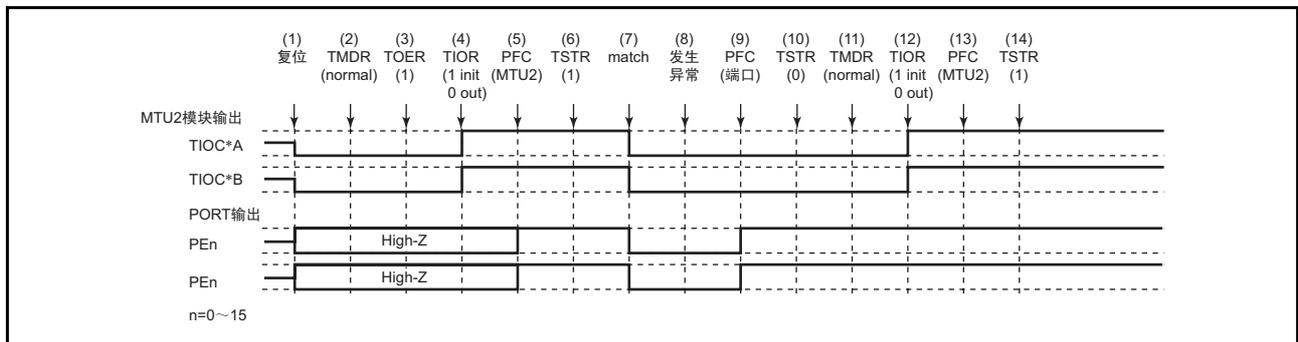

图 10.136 在正常模式中发生异常并在正常模式中恢复
在正常模式中发生异常, 重新设定后在正常模式中重新开始时的说明如图 10.136 所示。
(1) ~ (10) 与图 10.136 相同。
(11) 设定 PWM 模式 1。
(12) 必须通过 TIOR 初始化引脚 (在 PWM 模式 1 中不初始化 TIOC*B。要进行初始化时, 必须在正常模式中进行初始化后转移到 PWM 模式 1)。
(13) 必须通过 PFC 设定为 MTU2 输出。
(14) 通过 TSTR 重新开始。
(11) 设定 PWM 模式 2。
(12) 必须通过 TIOR 初始化引脚 (在 PWM 模式 2 中不初始化周期寄存器的引脚。要进行初始化时, 必须在正常模式中进行初始化后转移到 PWM 模式 2)。
(13) 通过 PFC 设定为 MTU2 输出。
- (1) ~ (10) 与图 10.136 相同。
- (11) 设定相位计数模式。
- (12) 必须通过 TIOR 初始化引脚。
- (13) 必须通过 PFC 设定为 MTU2 输出。
- (14) 通过 TSTR 重新开始。
- (11) 必须通过 TIOR 初始化正常模式的波形生成部。
- (12) 必须通过 TIOR 禁止正常模式的波形生成部的运行。
- (13) 必须通过 TOER 禁止通道 3、4 的输出。
- (14) 必须通过 TOCR 选择互补 PWM 的输出电平并允许或者禁止周期输出。
- (15) 设定互补 PWM。
- (16) 必须通过 TOER 允许通道 3、4 的输出。
- (17) 必须通过 PFC 设定为 MTU2 输出。
- (18) 通过 TSTR 重新开始。
(1) ~ (13) 与图 10.136 相同。
(14) 必须通过 TOCR 选择复位同步 PWM 的输出电平并允许或者禁止周期输出。
(15) 设定复位同步 PWM。
(16) 必须通过 TOER 允许通道 3、4 的输出。
(17) 必须通过 PFC 设定为 MTU2 输出。
(18) 通过 TSTR 重新开始。